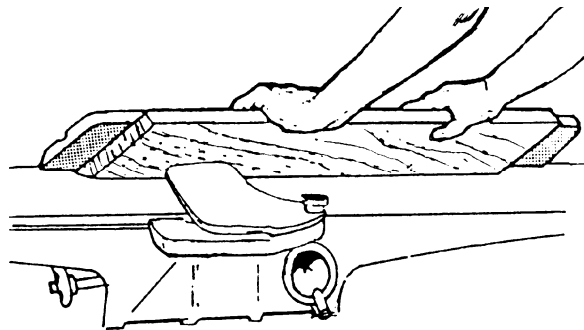

Figure 39
- ❑ Bien que le guide soit incliné de l'intérieur vers l'extérieur, il est recommandé de l'incliner vers l'opérateur (comme l'illustre la Figure 39) pour des raisons de sécurité.
5. Alimentez la bille le long de la tête de la découpeuse, en vous assurant que la partie avant de la bille est complètement aplatie contre le guide et que l'extrémité touche bien les tables d'entrée et de sortie (Figure 39).